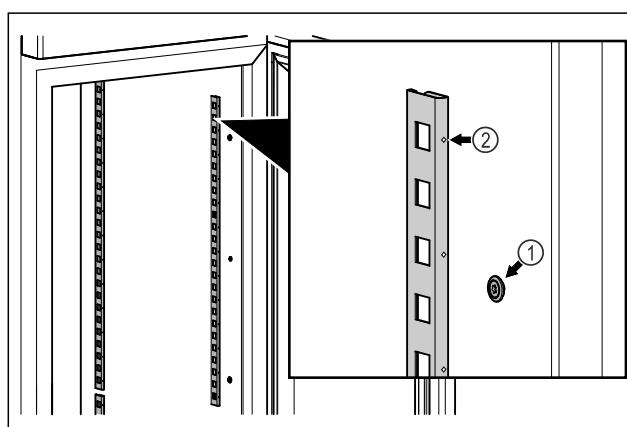

Fig. 83 Ilustratīvs attēlojums
- Iekabinet aizturu līstes viru mehānismā Fig. 83 (1). Atzīmei Fig. 83 (2) jābūt vērstai virzienā uz priekšu.